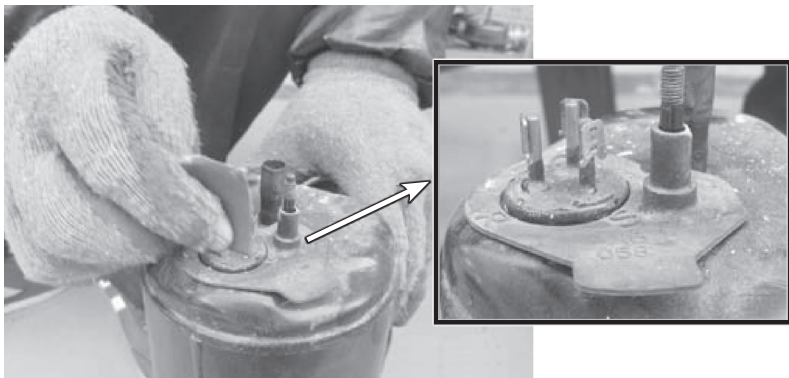

图 4-58 用砂纸打磨压缩机接线端子
5) 更换连机线接线卡，用砂纸将压缩机接线端子打磨干净，如图 4-58 所示，要确保压缩机连机线接触良好。